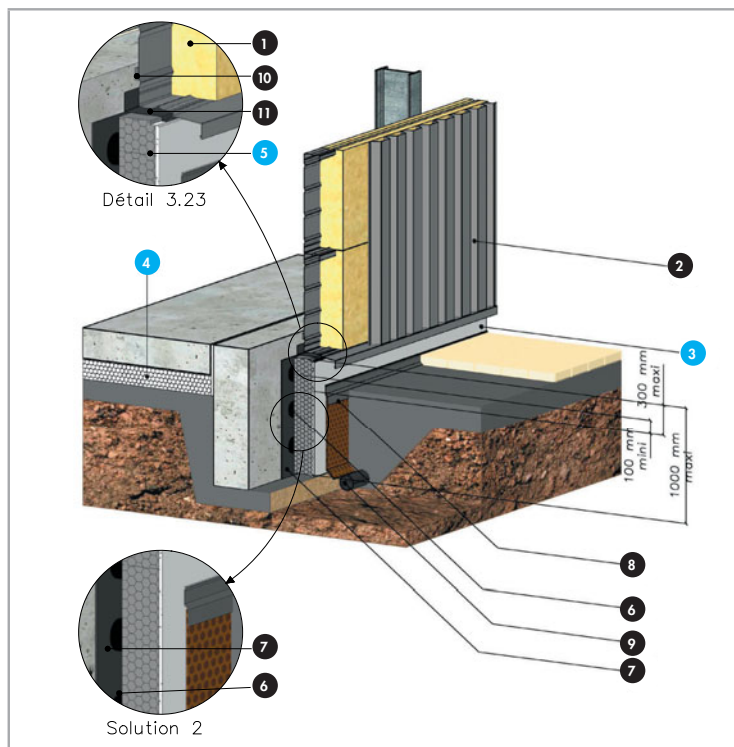

Figure 1
2. Exemple de longrine enterrée isolée de Catégorie 3 avec bardage double peau et Knauf Périboard ULTRA+ (fig. 1)